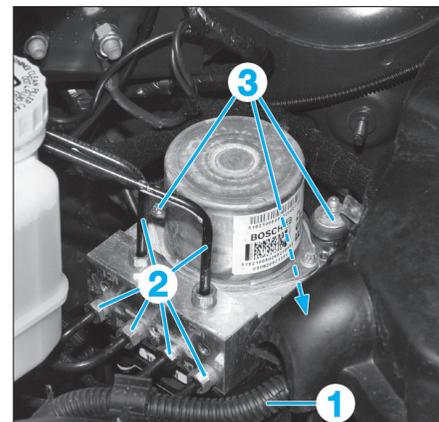

Fig. 20
- Débrancher le connecteur (1) du calculateur ABS (Fig. 20).
- Dévisser les raccords des canalisations (2) sur le groupe hydraulique.
- les écrous (3) de fixation du support du groupe électrohydraulique,